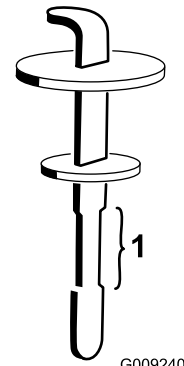

**Figura 99**
2. Sollevate il coperchio di accesso per esporre il tappo del serbatoio idraulico, sul lato destro della macchina (Figura 99).
3. Pulite attorno al collo del bocchettone e del tappo del serbatoio idraulico (Figura 99).